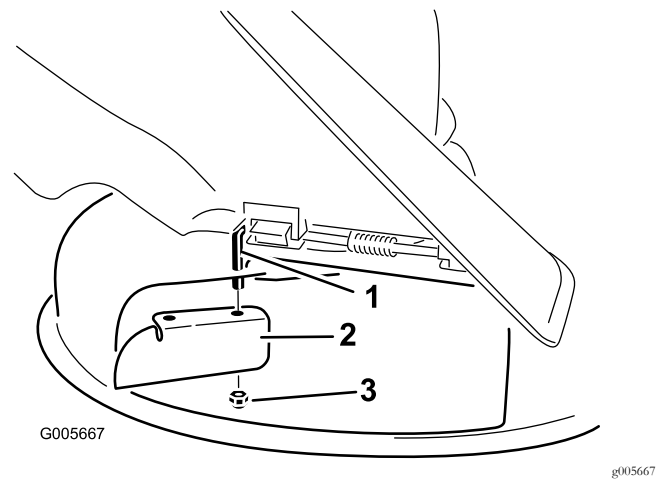

Figure 25
7. Montez le déflecteur d'ouverture sur la tige de pivot exposée (Figure 25).
3. Enlevez le déflecteur d'ouverture du plateau de coupe (Figure 25).